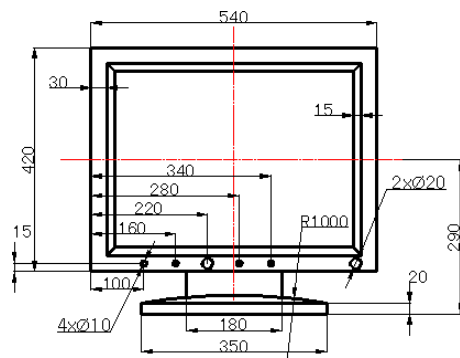

图 17.5.22 添加半径标注
Step5. 用 **标注 (M)**  **半径 (R)** 命令创建半径标注, 完成后的图形如图 17.5.22 所示。